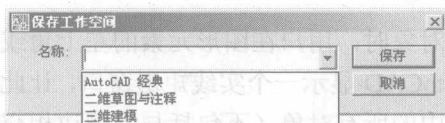

图 1-12 【保存工作空间】对话框
4. 打开【工作空间】工具栏中的下拉列表，选择【将当前工作空间另存为】选项，弹出【保存工作空间】对话框，如图 1-12 所示。该对话框的【名称】下拉列表中列出了已有的工作空间，选择其中之一或直接在列表中输入新的工作空间名称，然后单击【保存】完成。